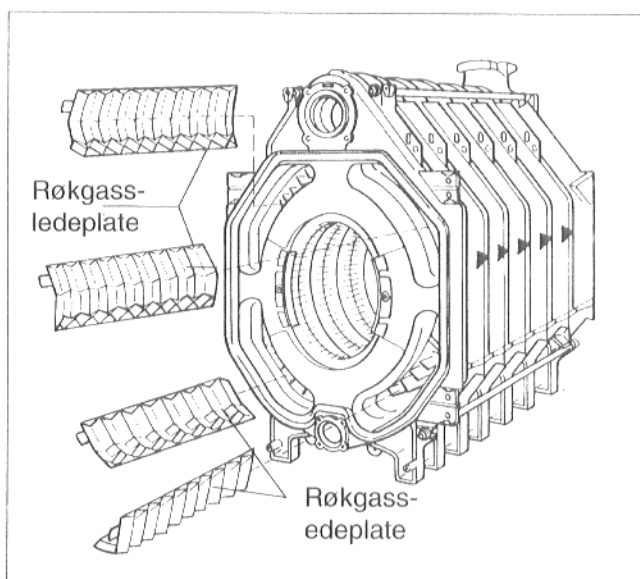

Fig. 21
- Røkgass-ledeplatene har påstøpte skrift som viser plassering i røkgasskanalen (Fig. 21). Oben = oppe og Unten=nede